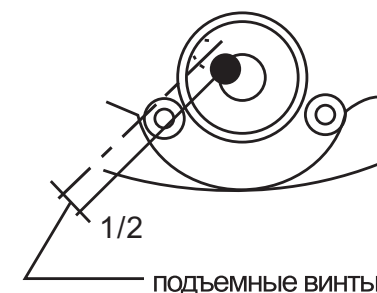

Рис. 10
- (1) Вращая подъемные винты, приведите пузырек в центр круглого уровня.
- (2) Поверните инструмент на  $180^\circ$ . Пузырек должен оставаться в центре. Если же он сместился из центра круглого уровня, необходимо выполнить юстировку в следующем порядке:
- (i) Скомпенсируйте половину смещения пузырька с помощью подъемных винтов (рис. 10).